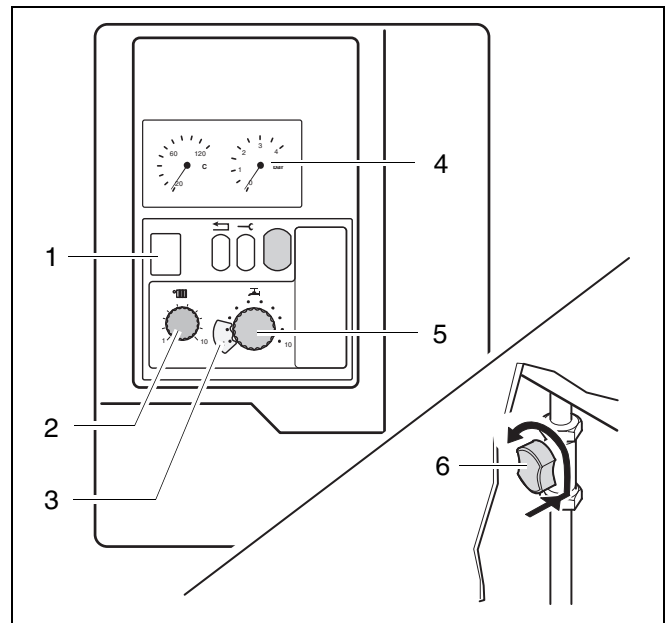

fig. 1 Bedieningspaneel, drukweergave, gaskraan, temperatuurweergave
- Controleer de waterdruk (fig. 1, Pos. 4). Indien de druk lager is dan 1,0 bar dient er water bijgevuld te worden en de ketel ontluicht te worden. De maximale waterdruk bedraagt 1,5 bar. Optimale vuldruk 1,0 tot 1,2 bar. Indien de installatie vaker water verliest, dient dit probleem door een installateur te worden opgelost.
- Stel de aanvoertemperatuur in met behulp van de regelknop (fig. 1, pos. 2) en aan de hand van tabel 2.
- Stel de tapwatertemperatuur voor de Logamax U122 en de Logamax U124 met externe boiler in met behulp van de regelknop (fig. 1, pos. 5) en aan de hand van tabel 3.
- Stel de tapwatertemperatuur voor de Logamax U122K en de Logamax U124K in met behulp van de regelknop (fig. 1, pos. 5) en aan de hand van tabel 1. Stel om energie te sparen (geen warmhoudfunctie) de regelknop (fig. 1, pos. 5) in op koude-start stand "1".
Verwijder daarvoor de blokkering (fig. 1, pos. 3) en druk deze na het instellen weer op zijn plaats.
- Open de gaskraan: naar links in verticale positie draaien (fig. 1, pos. 6).
- Stel de netschakelaar (fig. 1, pos. 1) op "I" in. Het apparaat begint met het startprogramma, na ca. 30 sec. ontvlamt de brander.